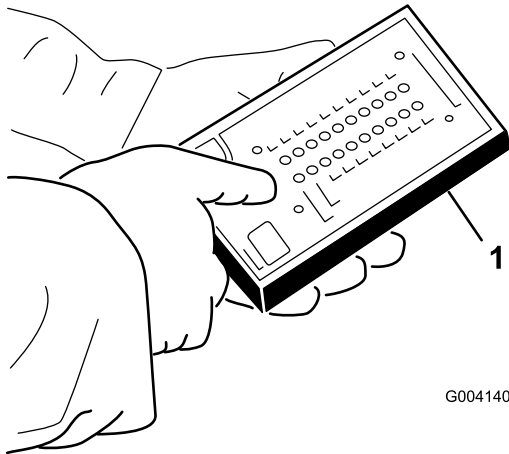

図 51
5. ハーネスのコネクタ (図 51) に ACE テスターを接続する。